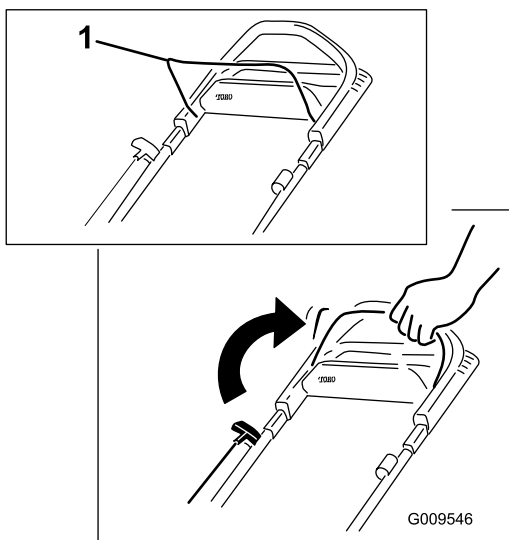

Figura 14
1. Empurre a barra de controlo da lâmina em direção à pega e segure-a (**Figura 14**).